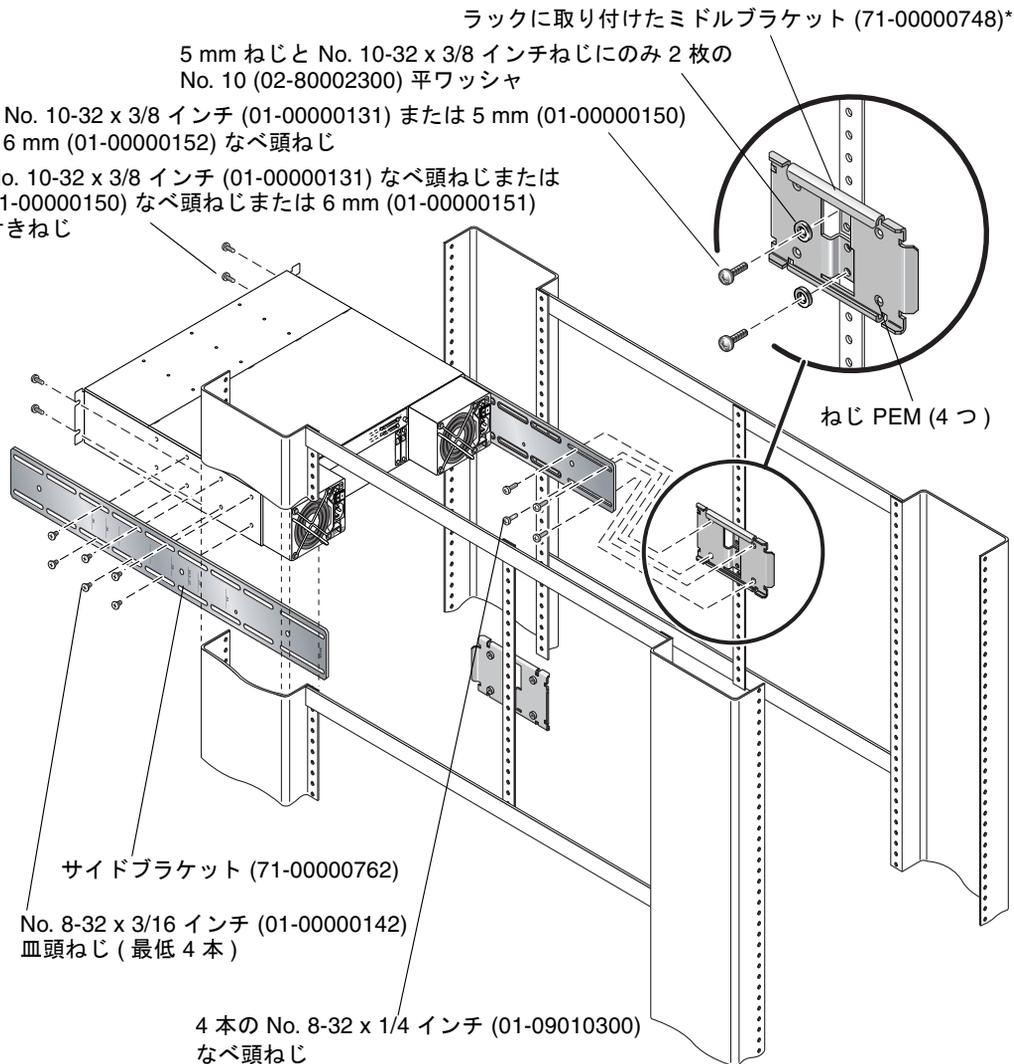

図 2-9 ミドルブラケットを使用したキャビネットのラックマウント
- a. 最低 2 本のねじをサイドブラケットのスロットとミドルブラケットの穴に差し込みます。(図 2-9 を参照してください。)